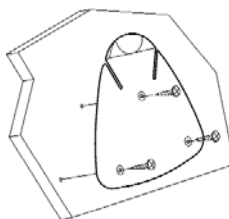

Fig. 2
2. Eseguire i tre fori da 2.5 mm contrassegnati con la dicitura "A" sulla dima e, con le viti a corredo, fissare la staffa alla superficie di fissaggio. (Fig. 2.)